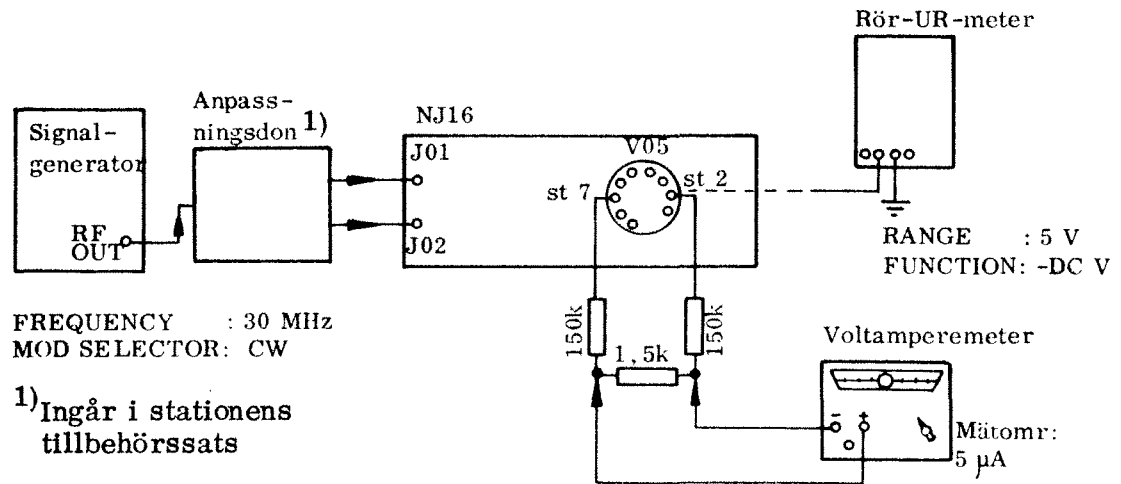

Bild 24
- Koppla upp enligt bild 24.
- Ta ur röret V05, sätt i röradaptorn och sätt därefter röret i denna. Motstånden ska vara anslutna enligt bild 24.
- Koppla upp enligt bild 24 med anslut inte volt-ohm-metern.